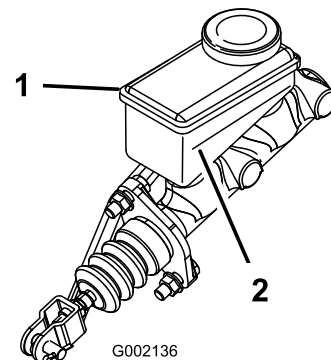

Bild 66
5. Lesen Sie den Flüssigkeitsstand am Stutzen an der Seite des Behälters ab (Bild 66).
- B. Füllen Sie DOT 3-Bremsflüssigkeit in den Behälter, bis der Füllstand über der Minimum-Markierung liegt (Bild 66).